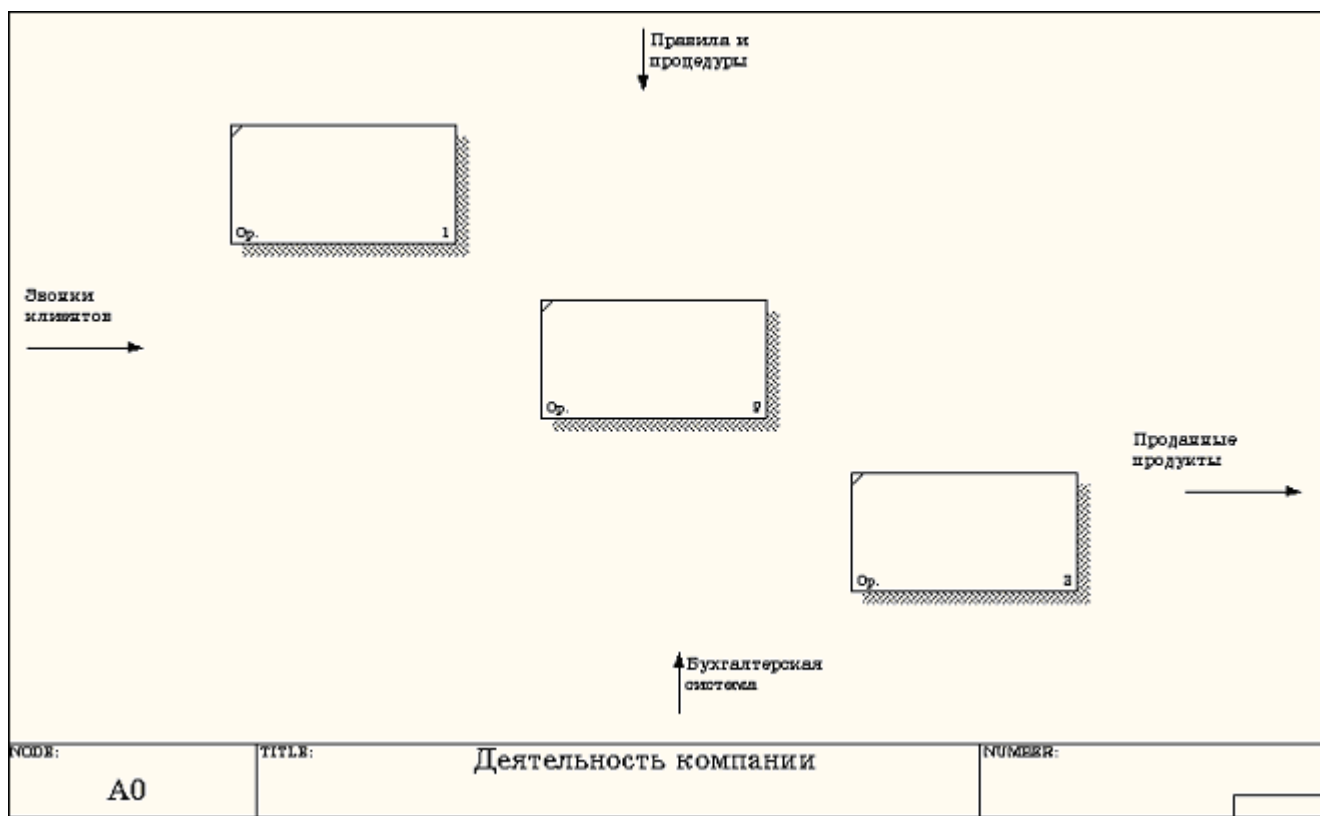

Рисунок 2.2 – Диаграмма декомпозиции
- 2 Автоматически будет создана диаграмма декомпозиции (рисунок 2.2).